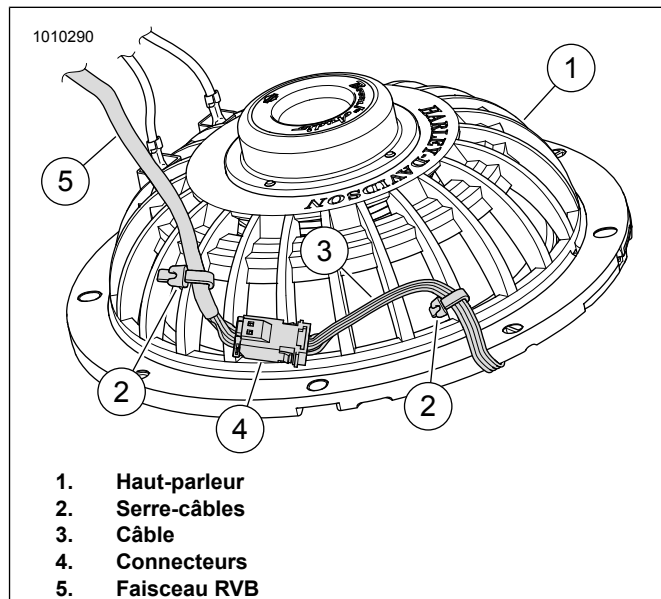

Figure 17. Arrière du haut-parleur, câble et serre-câbles
- a. Voir la figure 17. Joindre les connecteurs (4) du moteur du feu au faisceau RVB.
- b. Faire passer le câble de moteur du feu (3) à l'arrière du haut-parleur (1) comme illustré. Pour stabiliser les connecteurs (4), fixer le câble du moteur du feu (3) et le faisceau RVB (5) avec des serre-câbles (2) comme illustré.